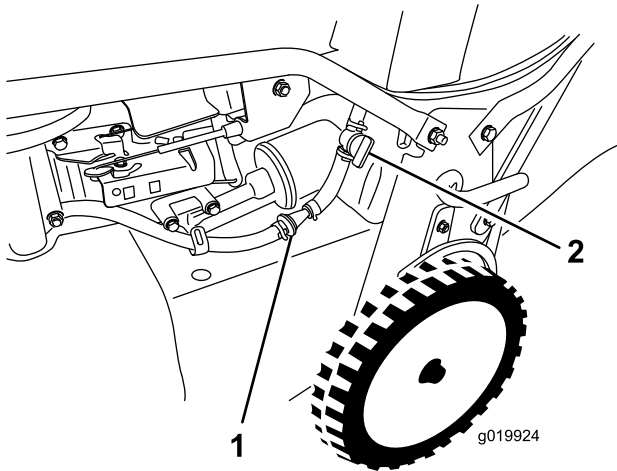

Bild 35
3. Schließen Sie den Kraftstoffhahn (Bild 35).
4. Lösen Sie die Schlauchklemmen um den Kraftstofffilter (Bild 35), um ihn von der Kraftstoffleitung zu entfernen.